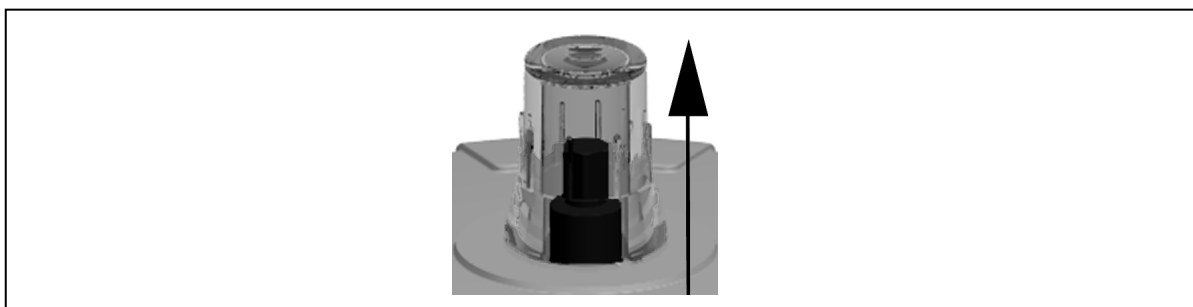

Рис. 12
- ▶ Переместите клапан в "открытое" положение, см. рис. 12